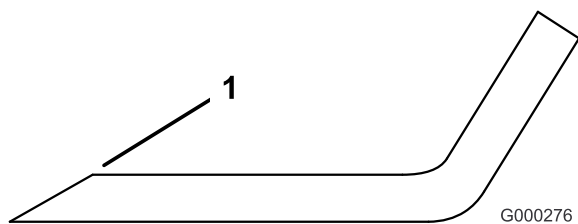

Figura 78
1. Utilice una lima para afilar el filo de corte en ambos extremos de la cuchilla (Figura 78).